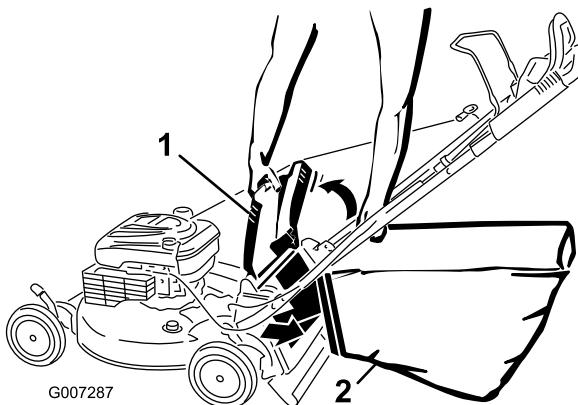

Figura 22
- Appendete il bordo superiore anteriore del cesto di raccolta sulle apposite tacche (Figura 22).